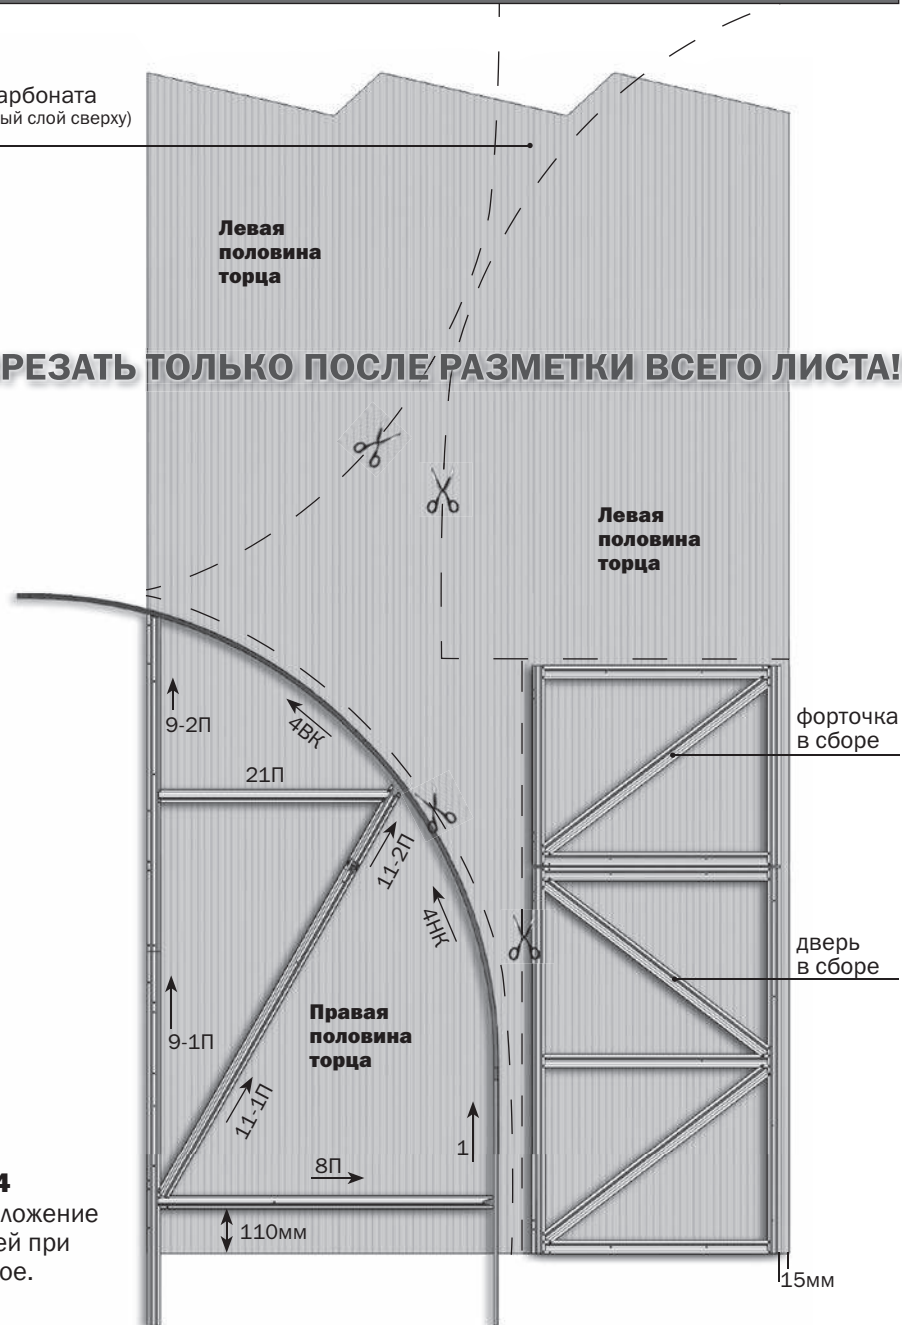
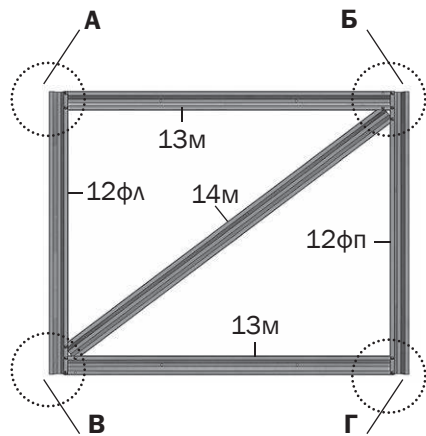

Рис. 4
Рис. 13
детали 12...14 (дверь и форточка) - см. Рис.13,14
2. Первоначально надо раскроить лист покрытия для торцов. Для этого соберите двери, форточки (**рис.13, рис.14**) и половину торца из деталей дуг **4ВК, 4НК** и прямолинейных деталей **1, 8П, 11-1, 11-2П, 21П, 9-1П, 9-2П**, временно закрепив загнутые концы деталей **11-2** на отверстия дуги. Не снимая защитной пленки с поликарбоната, разметьте лист покрытия в соответствии с **рис. 3 и рис. 4**
СООТВЕТСТВИИ С РИС.3 И РИС. 4